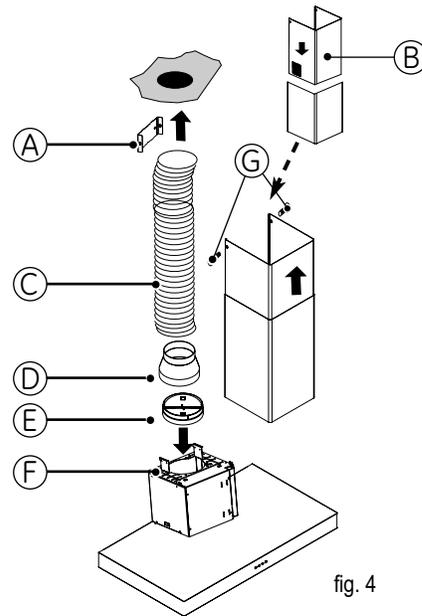

fig. 4
- Encaje el extremo del conducto en la salida del motor (fig. 4).
- Prepare su chimenea telescópica teniendo cuidado de disimular las aberturas (B/fig. 4). Encaje la chimenea montada de este modo en la campana y levante la parte superior para ajustar la altura. A continuación atornillela (G/fig. 4) al soporte metálico de la chimenea (A/fig. 4).